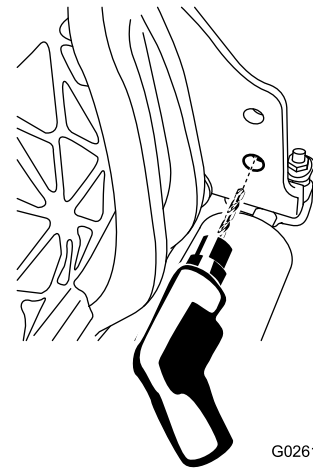

图14
1. 使用 9mm 钻头扩大滚刀组右侧上的下部孔 (图14)。